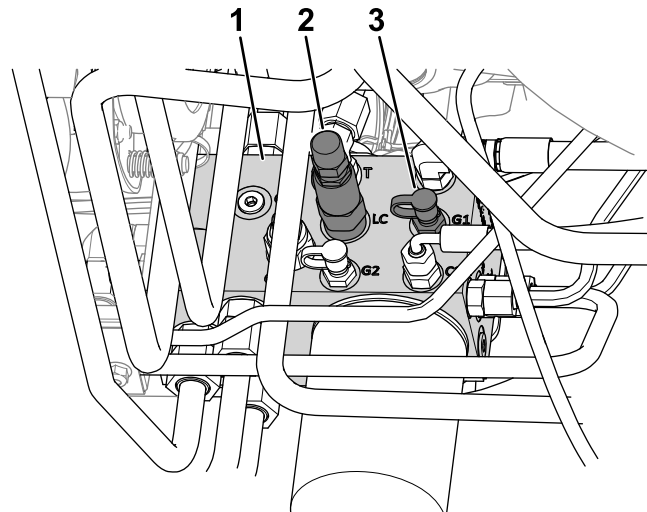

Figure 21
4. Branchez un manomètre sur l'orifice de contrôle (identifié par G1 ; voir la Figure 21).
2. Tiroir de transfert de poids (LC)
5. Sur le côté du collecteur de levage, enlevez le capuchon de la prise d'essai (identifiée par G1 ; voir la Figure 21).
6. Desserrez l'écrou de blocage au bout du tiroir de transfert de poids (identifié par LC ; voir la Figure 21).